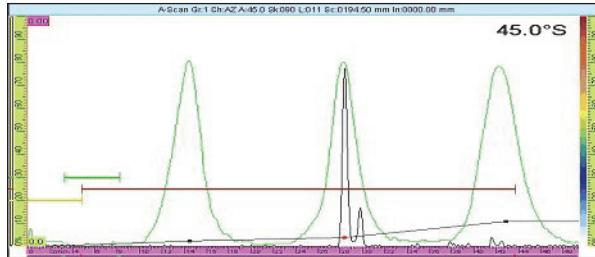

Figure 6-9 Enveloppe avec crêtes à 80 %
3. Déplacez la sonde pour effectuer un balayage au-dessus du réflecteur étalon et assurez-vous que toutes les crêtes atteignent 80 % (voir la Figure 6-9 à la page 186).